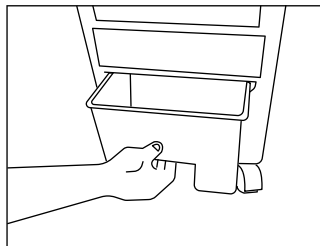

Fig. 5
2. Retirez le réservoir d'eau. (Fig. 5)